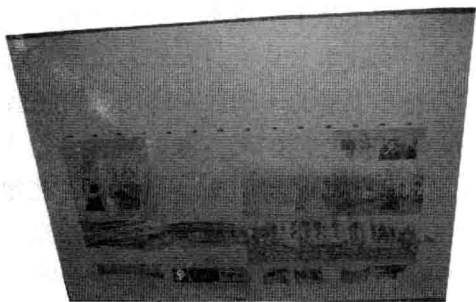

图1-1 平印PS版
①平版印刷是以其印版的图文部分与非图文部分几乎在同一平面而简称为平印(见图1-1)。由于采用橡皮布转移网点油墨,特别是高品质网线采用的气垫橡皮布转移网点油墨的印刷方式,其网点再现是其他印刷方式无可比拟的,达到几乎完美的程度。是目前我国在印刷领域占有市场份额达60%以上的一种印刷方式。